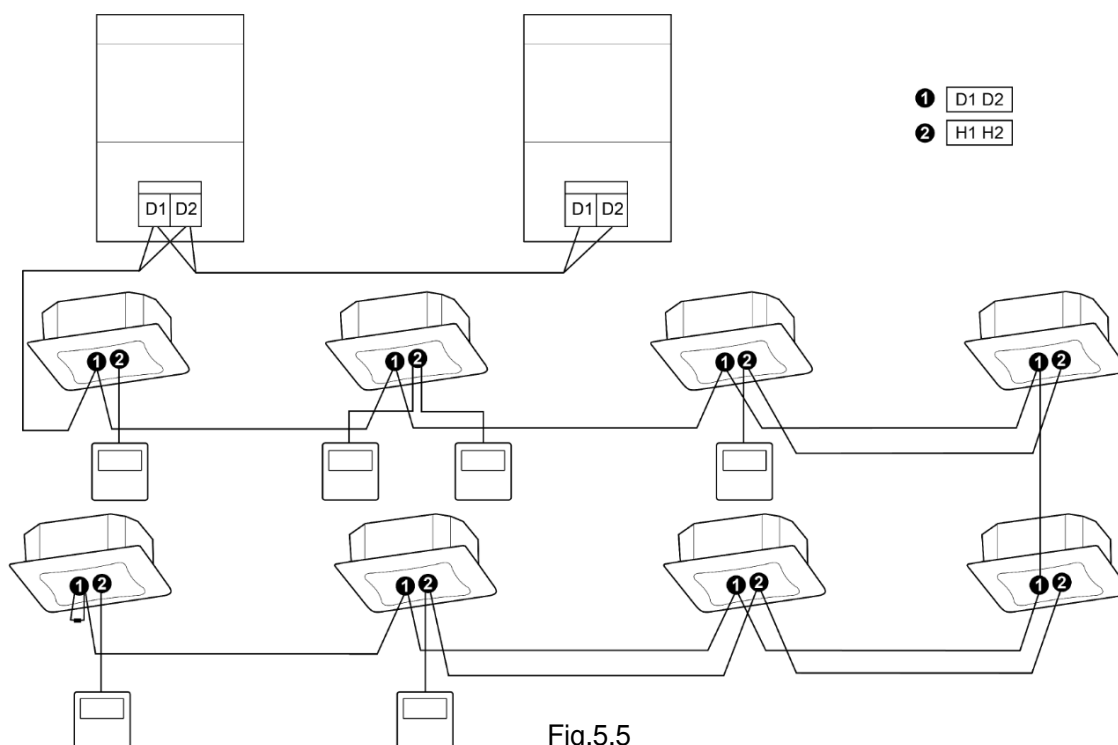

Fig.5.5
- (1) Il cavo di comunicazione tra l'unità interna e l'unità esterna (o interna) è collegato a D1, D2.
- (2) Il comando a filo è collegato a H1, H2.
- (3) Ogni unità interna può essere collegata a due comandi a filo, da impostare come unità principale e unità secondaria.
- (4) Ogni comando a filo può comandare un massimo di 16 unità interne contemporaneamente (come mostrato nella Fig. 5.5).